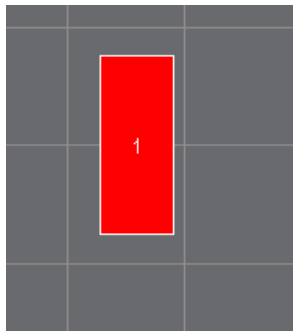

图 10.21 布置的编号为 1 的焊盘
(9) 在“Pad”对话框中单击“Hole Size”项，输入新的数据“0mil”，在“Designator”选项区域中设置“Designator”项为“1”，设置“Layer”项为“Top Overlay”；在“Size and Shape”选项区域设置焊盘的形式为“Simple”，设置“X-size”为“60mil”，“Y-size”为“150mil”，“Shape”项为“Rectangle”，单击“OK”按钮，结束设置。
(10) 在工作区坐标为(660, -300)的位置单击鼠标，布置如图 10.21 所示的编号为 1 的焊盘。